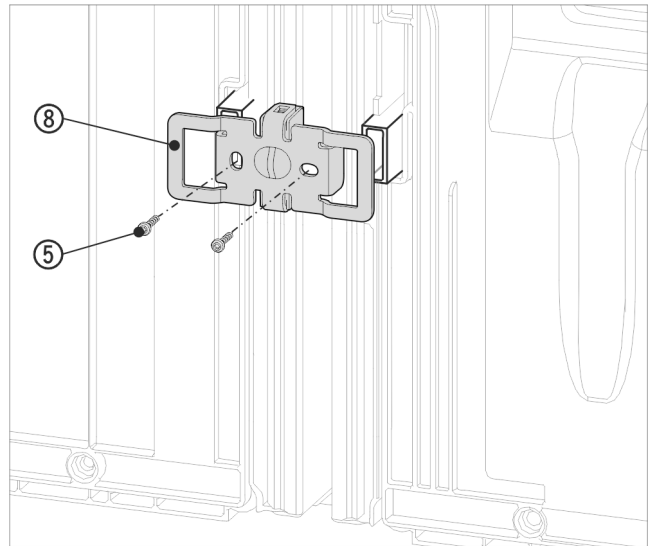

Fig. 19 Esimerkkikuva
- Työnnä kulma Fig. 19 (8) uudelleen aukkoineen seinävälikkeen kiinnitykselle.
- Ruuvaa kiinni 2 ruuvilla Fig. 19 (5).